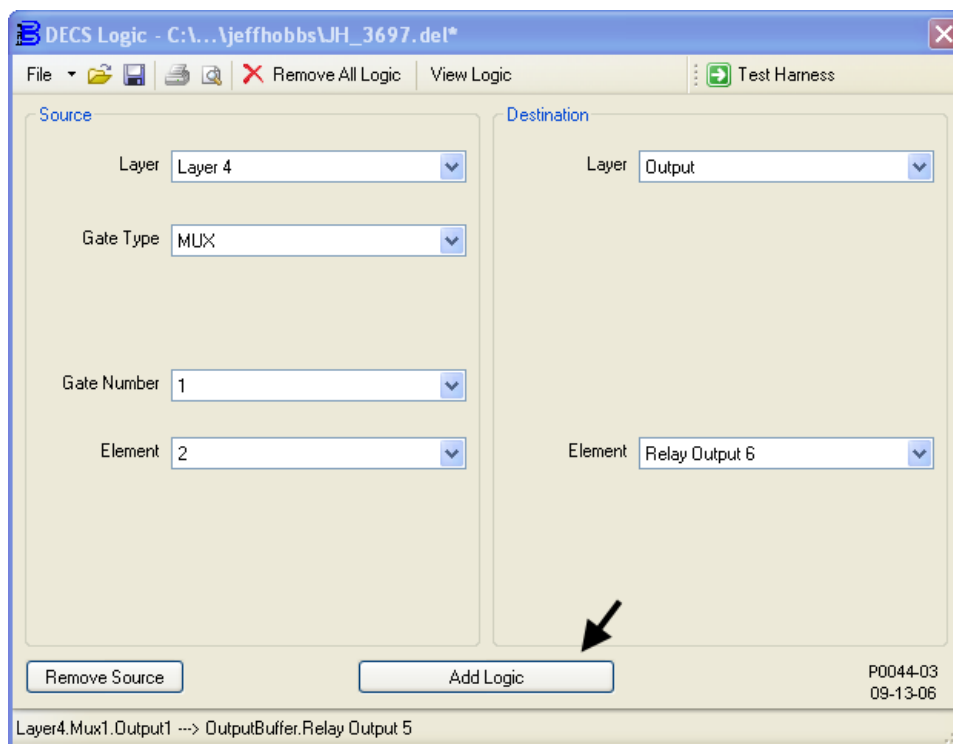

Figura 9-24. Agregar OutputBuffer – Layer4.Mux1.Output2 ---> Relay Output6
- La Figura 9-24 muestra los ajustes de la ventana DECS Logic (Lógica de DECS) asociados a este paso. Conecte Output 2 (salida 2) del Multiplexer 1 (multiplexor 1) en Layer 4 (capa 4) del búfer de salida Output Relay #6 (relé de salida n.º 6). En la Tabla 9-2, esta asociación se identifica como "DESTINATION (DESTINO): OutputBuffer – Layer4.Mux1.Output2 → Relay Output6".